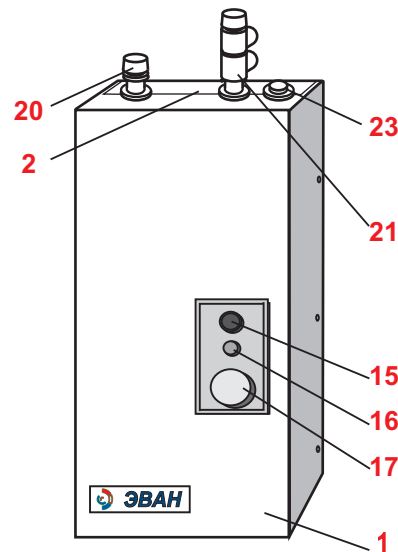

Рисунок 1.
4.1 Водонагреватели ЭВАН-В1 -6; -7,5; -9; -12; -15; -18; -24; -30 в соответствии с рис.1, 2 состоят из следующих основных частей:
- кожуха (1) рис.1 с брызгозащитной панелью (2);
4.4 На входном патрубке установлен обратный клапан (20) (рис.1), при монтаже водонагревателя на выходной патрубок устанавливается "группа безопасности" (21) из комплекта поставки.
4.6 Для предотвращения попадания брызг на клеммник подключение питающего кабеля осуществляется через гермоввод (уплотнительную манжету) (23) (рис. 1).